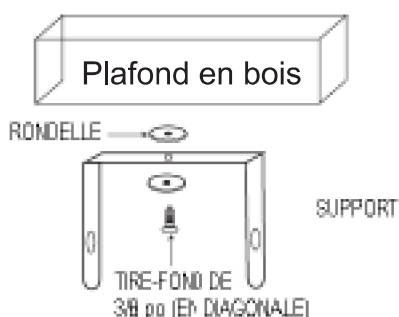

Figure 4a. Installation avec une vis
Consultez les figure 4a et 4b.
REMARQUE: Si vous prévoyez pivoter le radiateur vers la gauche ou la droite, il est recommandé d'ajouter des rondelles de chaque côté du support. Un tire-fond plus long peut être nécessaire pour fixer correctement le radiateur. Voir la figure 4a.
1. Si le radiateur a été fixé avec un seul tire-fond, comme illustré à la figure 4a, il est possible de le tourner horizontalement au besoin. Par contre, s'il a été installé avec deux tire-fonds, il ne peut être tourné de cette manière.